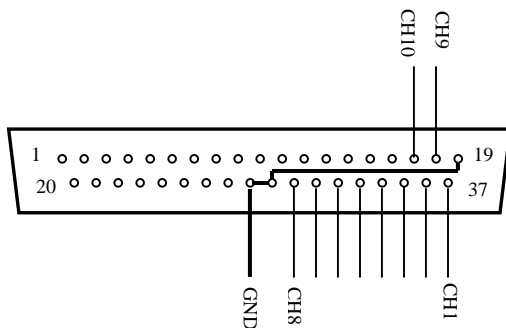

图 4 后面板 DB37 插座（针）接线图
(1) 4 1/2 位 LED 数字面板表，10 路调零和测量都可以切换显示。
(2) 并行 10 路 BNC 输出。
(3) 并行 10 路 DB37 输出，专为 8 路差动、16 路单端输入的数据采集器设计。8 路单端输入的数据采集器可并行输出前 8 路。具体接线见图 4：